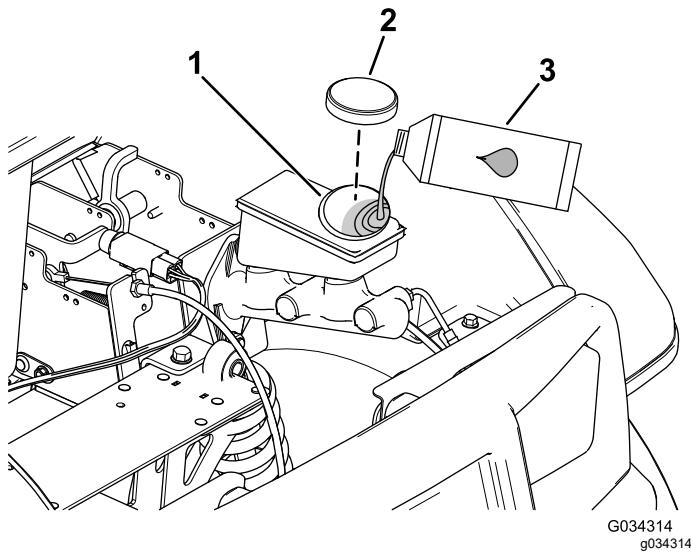

Рисунок 64
4. Поднимите капот, чтобы получить доступ к главному тормозному цилиндру и бачку (Рисунок 64).
- A. Очистите область вокруг крышки бачка и снимите крышку (Рисунок 64).
- C. Установите на место крышку бачка (Рисунок 64).